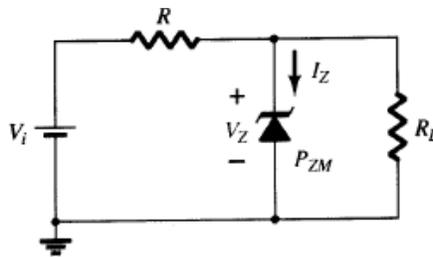

Figura 4. Regulador de tensão usando diodo Zener.
- 4) O circuito da Figura 4 mostra um regulador de tensão usando diodo Zener. Considere que a tensão na entrada seja não regulada e varie entre 8 a 12 V, que a carga seja uma resistência de $5k\Omega$. Projete um regulador de tensão para que a tensão na saída tenha 5V. Utilize o diodo zener 1N751 que possui uma tensão zener de 5,1V..